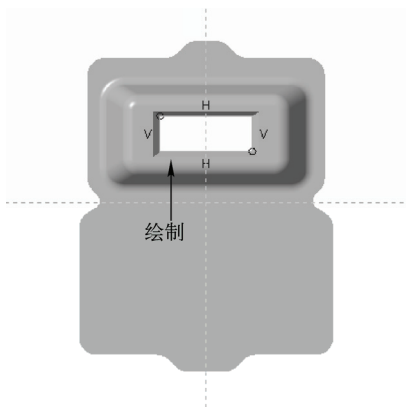

图 16-28 绘制草绘截面三
STEP 10 使用“填充”命令，选择“DTM2”平面作为草绘平面，绘制草绘截面，效果如图 16-28 所示。